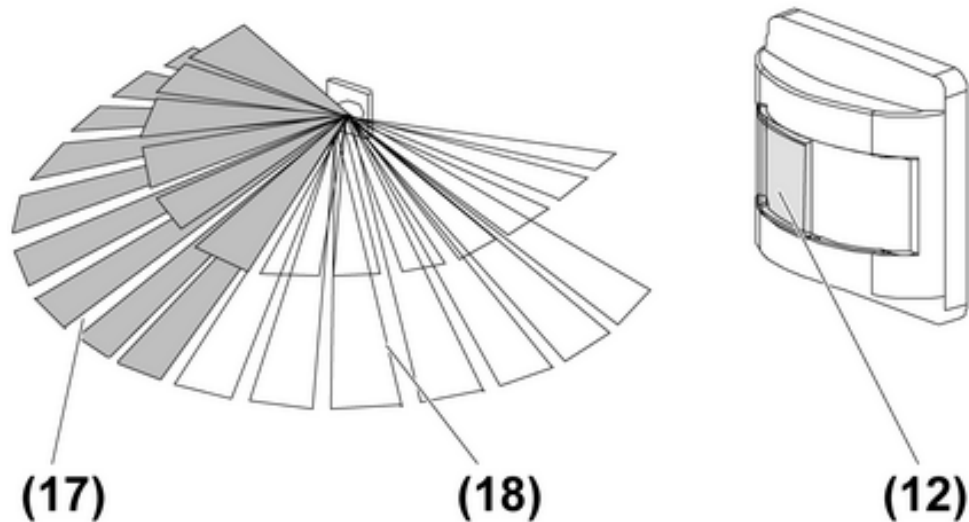

Bild 14: Blendelement verwenden
Mit dem beiliegenden Blendelement (12) (Bild 14) kann die linke (17) oder die rechte Hälfte (18) des Erfassungsfeldes, je 90°, ausgeblendet werden.